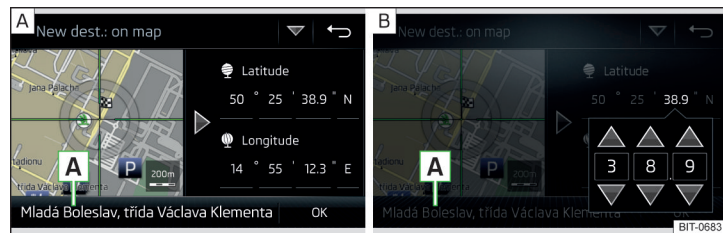

Fig. 202 Introducerea destinației: prin intermediul punctului de pe hartă/cu ajutorul coordonatelor GPS
- » Prin atingerea ecranului, deplasați destinația dorită în punctul de intersecție al liniilor » fig. 202 - [A].
- » Atingeți suprafața de comandă funcții cu valoarea dorită a coordonatelor GPS pentru lățimea geografică  și lungimea geografică  » fig. 202 - [B].
Dacă în datele de navigație ale Infotainment sunt disponibile informații despre punct, acestea sunt afișate în locul coordonatelor GPS (de exemplu adresa [A] » fig. 202).